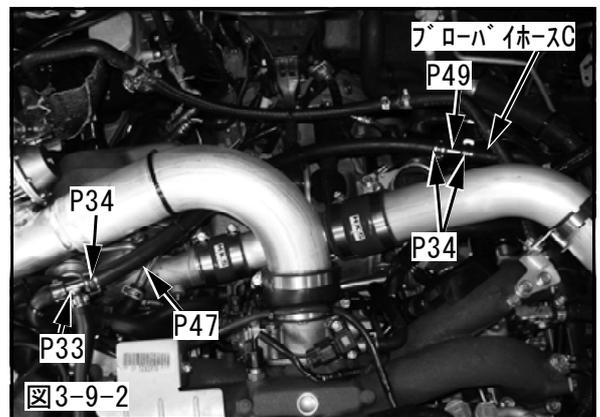

図3-9-2
- (3) ブローバイホースCと(1)で取付けたスリーウェイを(2)で550mmに切断した耐油ホースφ12でつなげて車両に固定してください。(図3-9-2)